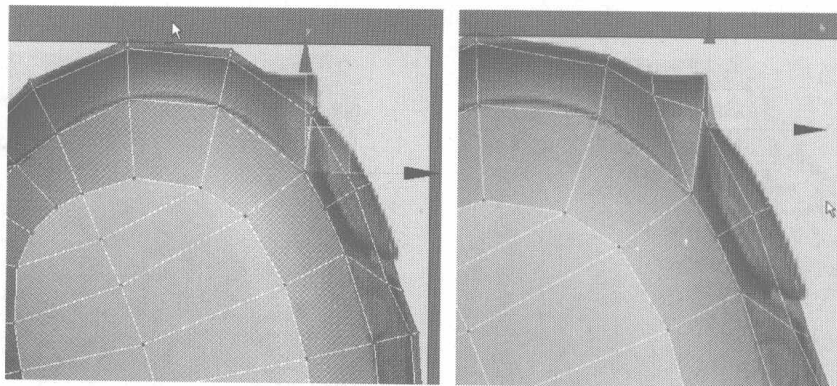

图 3.38
- 07** 在如图 3.38 所示 Left 视图中的位置添加一些细分曲线并调整节点，调整出按钮的部位。